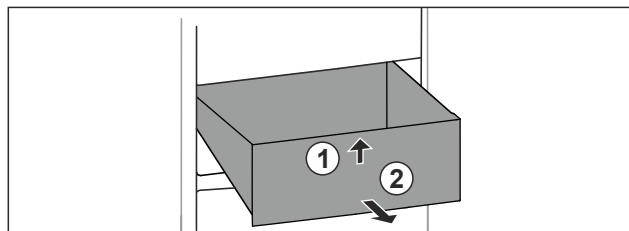

Fig. 96
- ▶ 抬起抽屉前部。 Fig. 96 (1)
- ▶ 朝前取出抽屉。 Fig. 96 (2)